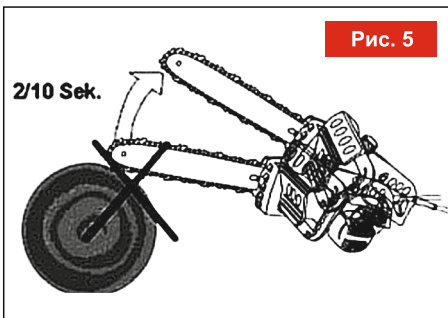

Рис. 5
Горизонтальные пропилы должны выполняться профессиональными работниками (высокий риск отбрасывания, рис. 5)
12.2.1. Отдача (Рис. 5)